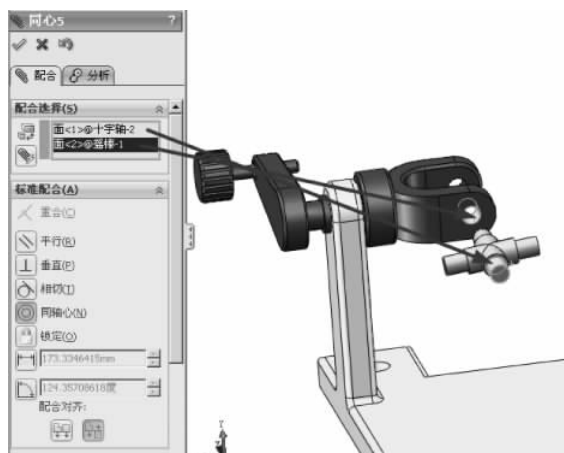

图 3-67 同轴心配合
(2) 单击【装配体】工具栏中的【配合】按钮,弹出【配合】的属性设置。选择【标准配合】选项组下的【同轴心】配合类型,在【要配合的实体】选择框中选择如图 3-67 所示的面,其他保持默认,单击【确定】按钮,完成同轴心的配合。